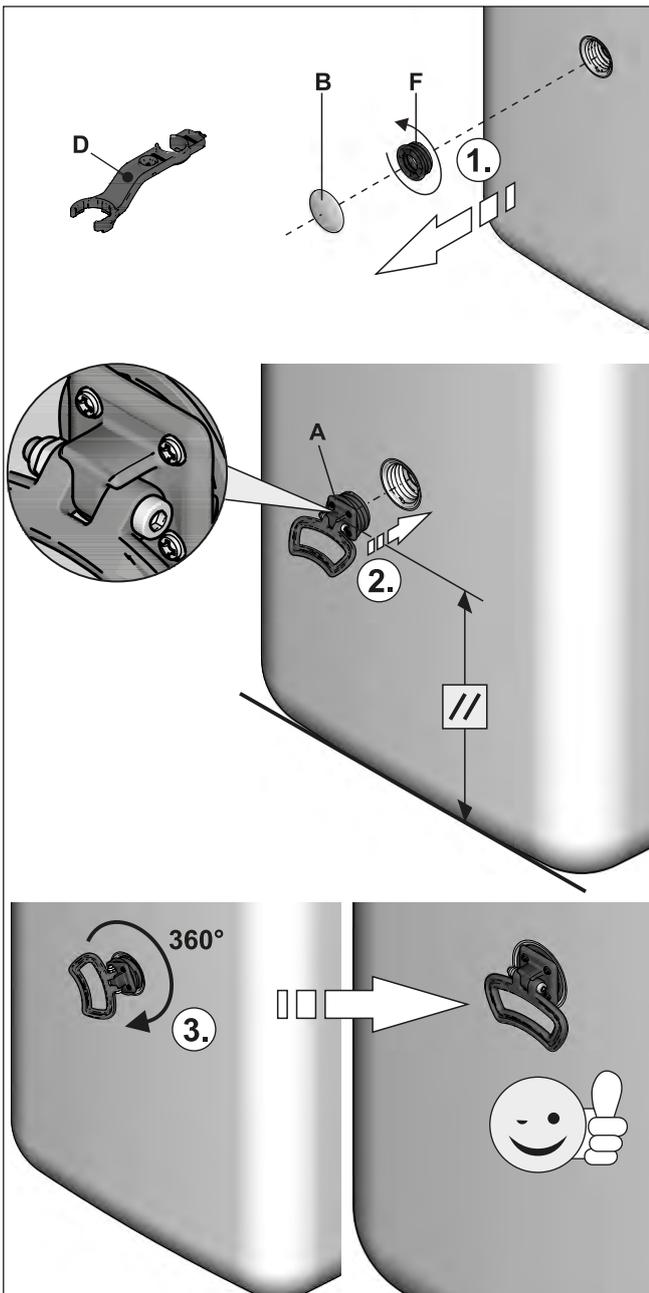

Bild 4-9 Handgriffe montieren (Legende siehe Bild 4-8)
- Am Speicherbehälter die Abdeckblenden (Bild 4-9, Pos. B) abziehen und die Gewindestücke (Bild 4-9, Pos. F) aus den Öffnungen herausdrehen, an welchen die Handgriffe montiert werden sollen.
- Handgriffe (Bild 4-9, Pos. A) in die frei gewordenen Gewindeöffnungen einschrauben.